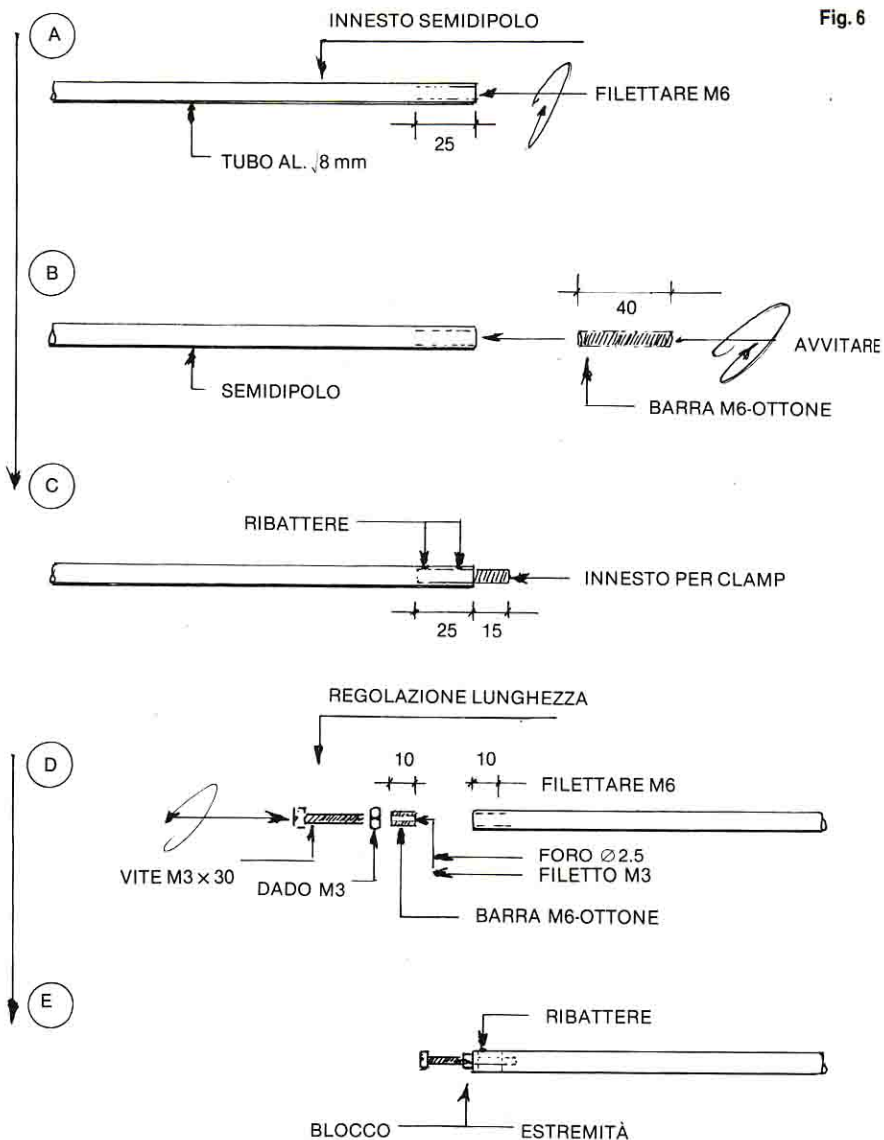

Fig. 6
Tagliare i tubi di alluminio Ø 8 mm alle misure indicate, diminuire di 15 mm per compensare la introduzione della barra filettata M6. Filettare una estremità per circa 30 mm, con maschio a passata rapida M6. Tagliare la barra filettata, M6, a 40 mm ed avvitarela nel tubo per 25 mm. Ribattere da parti opposte con bulino allo scopo di bloccare la filettatura. Il procedimento è descritto dettagliatamente in fig. 6/A/B/C.
N.B. - Allo scopo di compensare eventuali errori si può prevedere un sistema di sintonizzazione alla estremità di ciascun semidipolo, come descritto in fig. 6/D/E. Filettare l'estremità del tubo Ø 8 mm per circa 10 mm; introdurre un pezzo di barra filettata precedentemente forata e filettata M3, e bloccarla in posizione con il sistema della ribattitura.